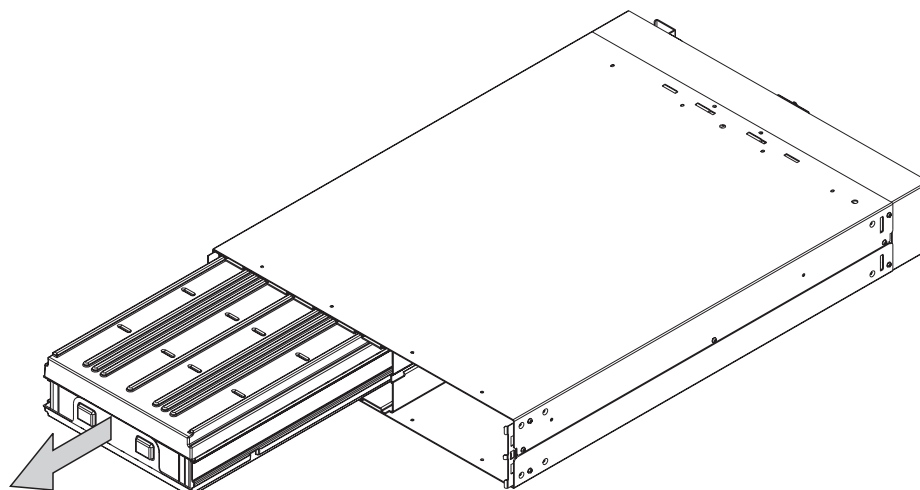

図 274. 2145 UPS バッテリーの取り外し
4. 307 ページの図 274 に示すように、バッテリーにアクセスするためバッテリー・プレートを取り外します。